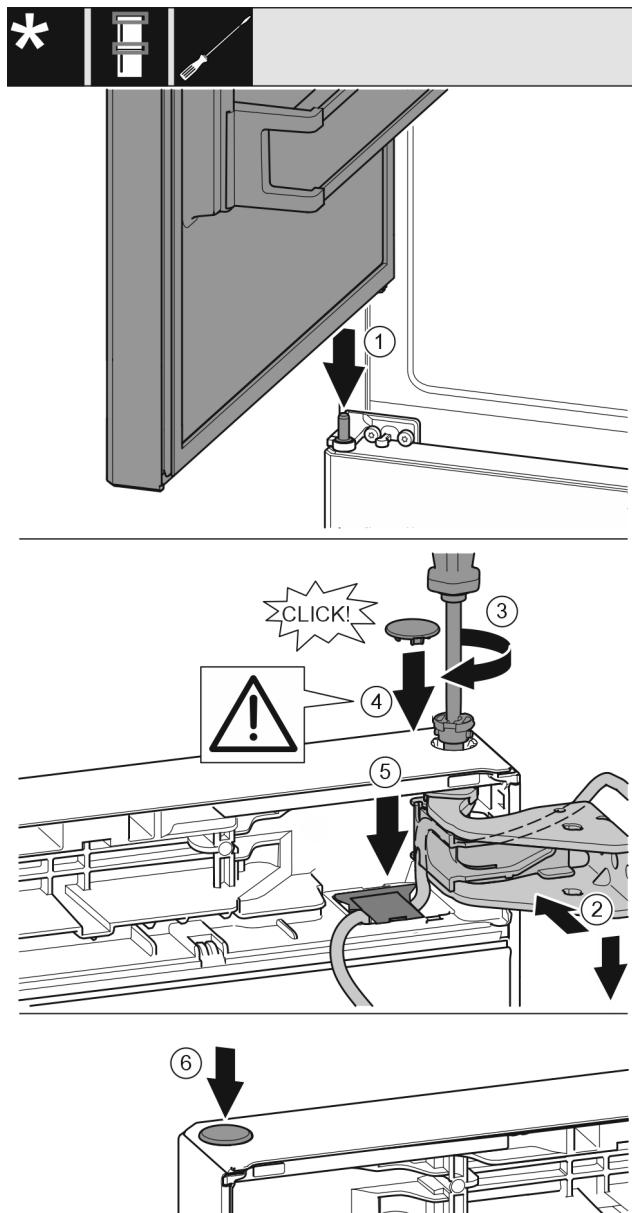

Fig. 40
- Установите верхнюю дверь на средний опорный палец Fig. 40 (1)
- Выровняйте дверь вверху по отверстию в опорном кронштейне. Fig. 40 (2)
- Вставьте палец и затяните отверткой T15. Fig. 40 (3)
- Установите предохранительную крышку для защиты двери: Вставьте предохранительную крышку и проверьте, прилегает ли она к двери. В ином случае вставьте палец полностью. Fig. 40 (4)
- Установите крышку и нажмите вниз до момента фиксации. Fig. 40 (5)
- Вставьте заглушку. Fig. 40 (6)